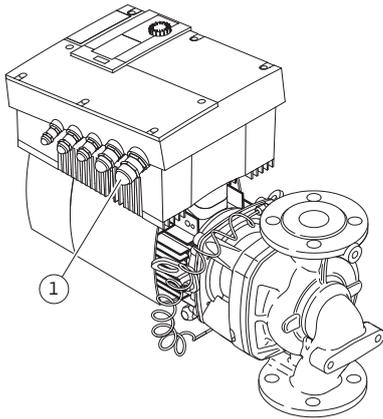

Fig. 30: Kabelforskruning M25
- Nettilslutningsledningen skal føres gennem kabelforskruning M25 (Fig. 30, pos. 1).